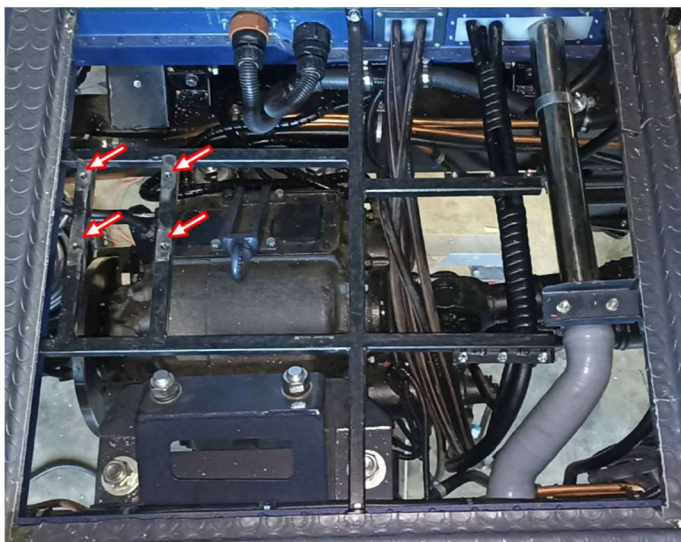

Рис. 23.31 Места крепления кронштейна лебёдки
- установить лебедку с кронштейном на крепление в проёме люка (рис. 23.31) и закрепить теми же болтами, которыми она была закреплена на мотоотсеке;